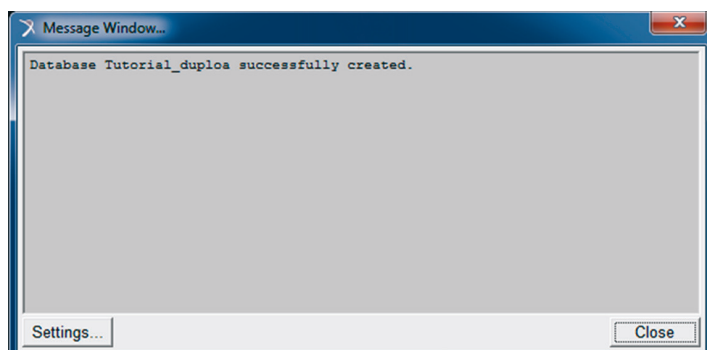

Figura 5.6 – Mensagem de alerta referente à criação do diretório de trabalho.
- Uma mensagem de confirmação da criação do diretório será aberta, apenas para verificação por parte do usuário (Figura 5.6). Caso a tarefa tenha sido executada com sucesso, clique em *Close*.